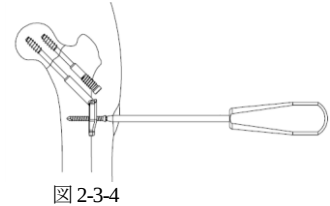

図 2-3-4
- 4) 選択した長さの TLS5.0 コーティカルスクリューを 5.0CS ドライバーにて用手的に挿入します。(図 2-3-4)